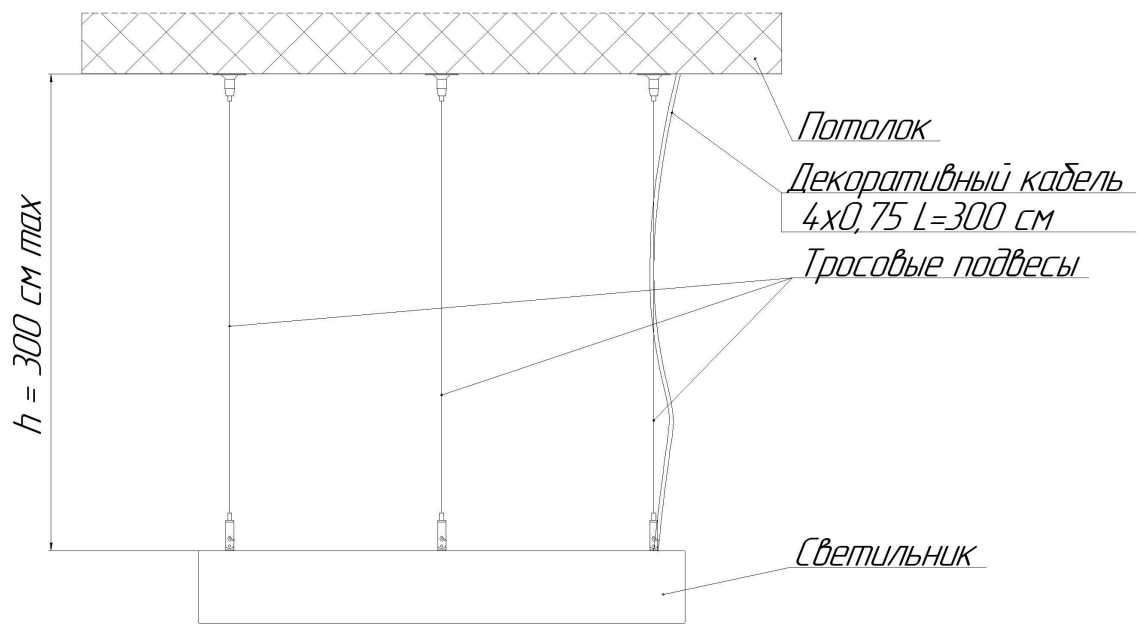

Рисунок 4 - Схема установка светильников
5.4 Закрепите тросовые подвесы в размеченные места рисунок 4.